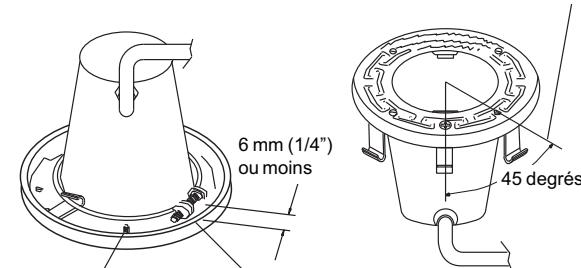

Figure 4.
(3) Retournez la lampe de manière à ce qu'elle repose sur la lentille. Serrez le boulon et son écrou jusqu'à ce que la distance entre les extrémités de la bride soit égale à  $\frac{1}{4}$  de pouce maximum ; voir la figure 4.